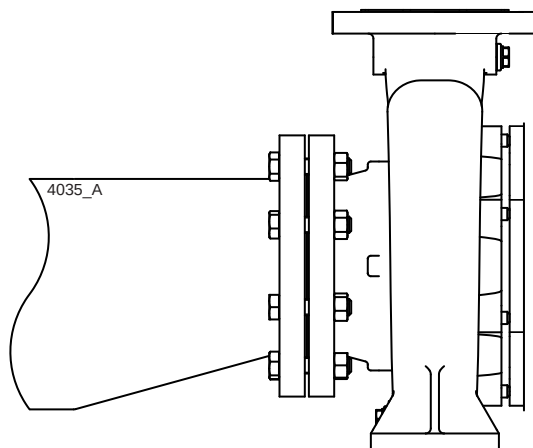

Figure 6: Pièce de réduction excentrique vers la bride d'aspiration.
- Le passage du tuyau d'aspiration doit être généreux. Ce tuyau doit être aussi court que possible et son trajet vers la pompe ne doit pas permettre la formation de poches d'air. Si cela n'est pas réalisable, un dispositif d'aération doit être prévu au point le plus élevé. Si le diamètre intérieur du tuyau d'aspiration est plus grand que celui du raccord d'aspiration de la pompe, une pièce de réduction excentrique doit être utilisée pour éviter la formation de poches d'air et de tourbillons. Voir figure 6.